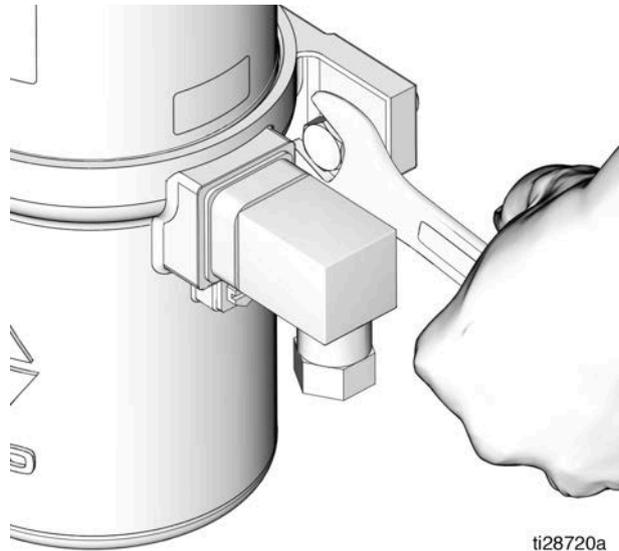

FIG. 12
7. Quite los pernos de montaje (FIG. 12) y saque la bomba de su posición de servicio.